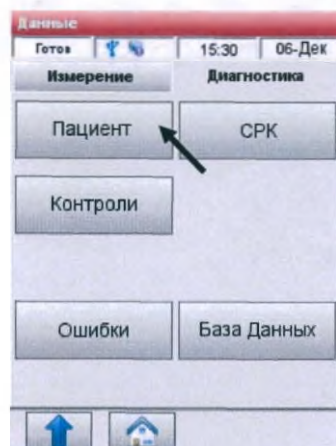

Рис.6-15 Диагностика
2. На экране <Данные> нажмите на вкладке <Диагностика> выберите <Пациент> (Рис.6-15).